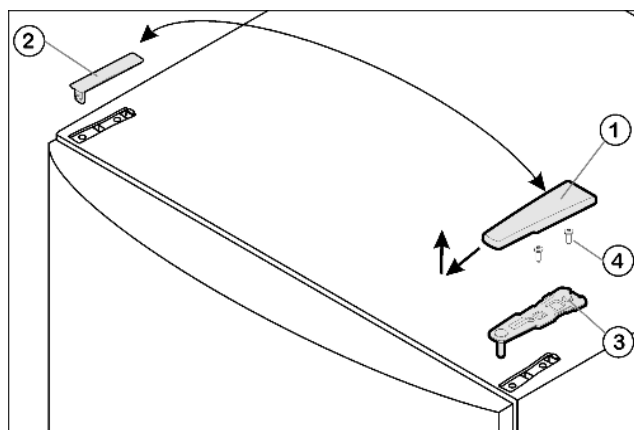

Fig. 4
- Крышку Fig. 4 (1) снимите движением вперед и вверх.
- Снимите крышку Fig. 4 (2).
- Открутите верхний опорный кронштейн Fig. 4 (3)(2 шт. Torx 25) Fig. 4 (4) и вытяните вверх.
- ▶ Установите верхний опорный кронштейн *Fig. 4 (3)* на новой стороне шарнира и защелкните в дверце.
- ▶ Прикрутите верхнюю опорную подставку (2 шт. Torx 25) *Fig. 4 (4)*. При необходимости просверлите отверстия или используйте аккумуляторную отвертку.
- ▶ Наденьте и защелкните крышку *Fig. 4 (1)* и крышку *Fig. 4 (2)* на противоположной стороне снаружи.